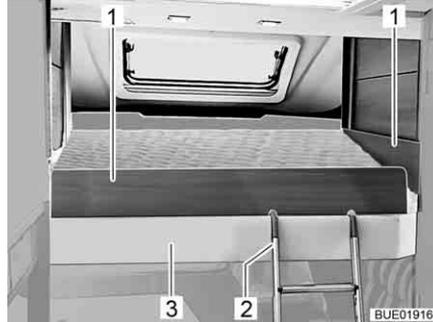

Fig. 106 Letto basculante con piastre di sicurezza
- Inserire le piastre di sicurezza (Fig. 106,1) tra il materasso e il bordo del letto (Fig. 106,3).
- Agganciare entrambe le staffe della scaletta di accesso (Fig. 106,2) al bordo del letto (Fig. 106,3).
- Sganciare la scaletta di accesso (Fig. 106,2) dal bordo del letto (Fig. 106,3).